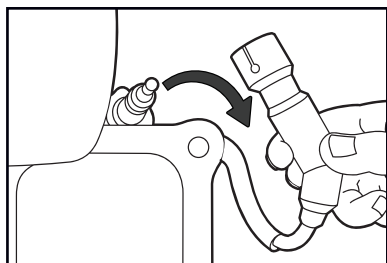

Рис. 21
- Откройте защитную крышку свечи зажигания, затем снимите наконечник свечи зажигания (рис. 21). Для того чтобы вернуть свечу зажигания, используйте стандартный свечной ключ или накидную головку.